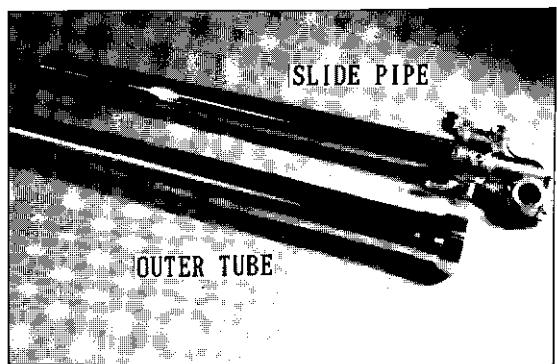

Fig. 2
2) Tubo exterior y tubo correjido (Fig.2)